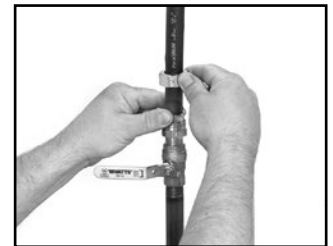

Fig. 4-21
STEP 6 POSITION BUSHINGS (FIG. 4-21)